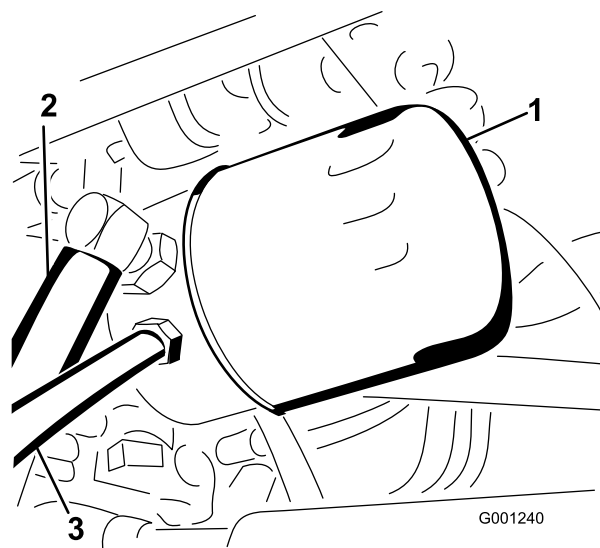

Figura 70
4. Limpie la zona alrededor del filtro de aceite hidráulico y retire el filtro (Figura 70).